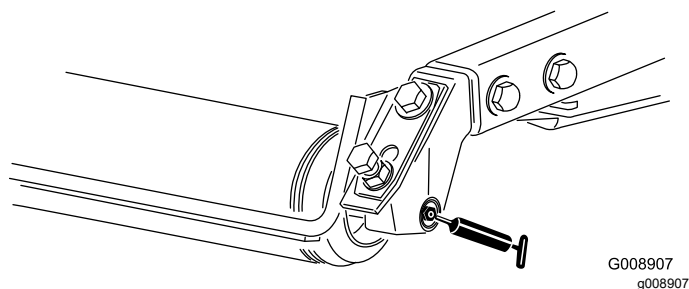

Figure 78
- Roulements de rouleau arrière (2 par unité de coupe) – Figure 78